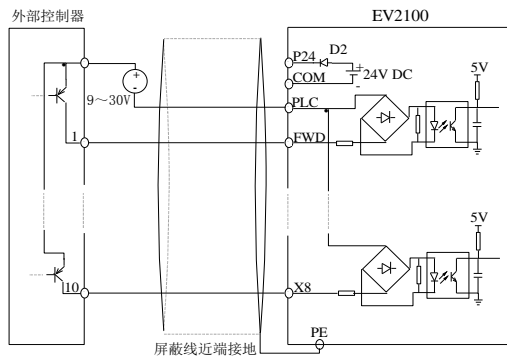

图3-26 使用外部电源的漏极连接方式
5. 图3-26、3-27中的电阻R对于24V输入的继电器应去掉，对于非24V继电器应根据继电器参数选择。